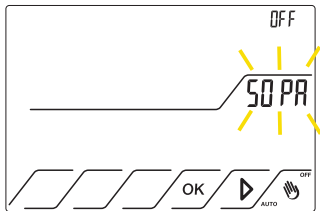

Fig.45
11.4.2 Premere il tasto  fino a far comparire la scritta **SO PA** che lampeggia. Lo stato è in OFF. Fig.45